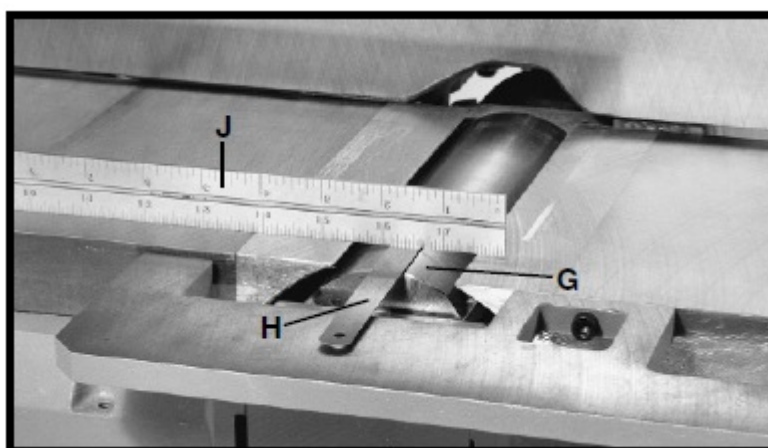

Рис. 52
9. Осторожно поворачивать режущий вал (G), рис. 52, до тех пор, пока круглая часть режущего вала не будет наверху, как показано на рисунке.
10. Положить на режущий вал щуп (Н) толщиной 0,38 мм, рис. 52, и с помощью поверочной линейки (I) на заднем столе регулировать задний стол по высоте до тех пор, пока он не будет на 0,38 мм выше диаметра режущего вала, как показано на рисунке.